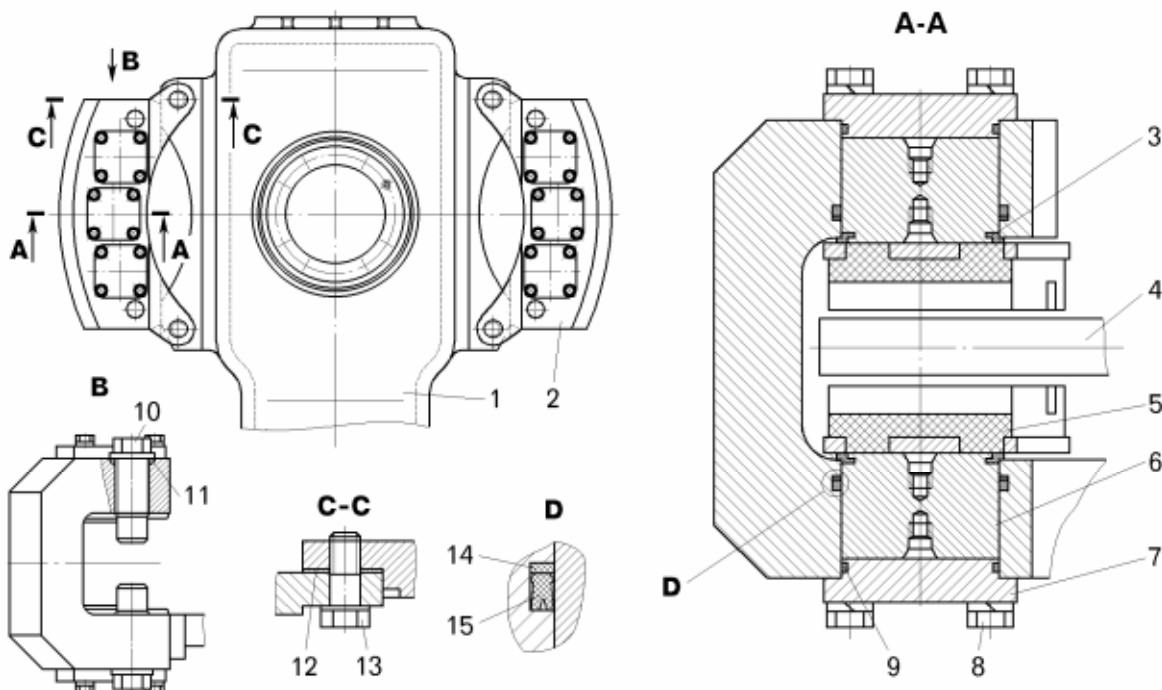

Рисунок 10.1 – Тормозной механизм переднего колеса:
Корпус тормоза 2 (рисунок 10.1) крепится к поворотному кулаку 1 передней оси двумя болтами 13. Тормозной диск 4 крепится болтами к ступице переднего колеса. В корпусе тормоза выполнено шесть цилиндров (по три с каждой стороны), в которые вставлены поршни 6, на опорах 10 корпуса тормоза установлены две тормозные накладки 5. Поршень по наружному диаметру уплотняется резиновой манжетой 15 с защитным кольцом 14, а муфта 3 защищает от попадания грязи на рабочую поверхность поршня. Снаружи цилиндры закрыты крышками 7. Цилиндры между собой соединены каналами для подвода рабочей жидкости под поршень.
– отвернуть болты 8 (смотри рисунок 10.1) крепления крышки 7 и снять крышку;
- с помощью грузоподъемных средств установить корпуса тормоза 2 (смотри рисунок 10.1) на поворотный кулак, закрепив их на нижнем болту, не зажимая болт до упора на два–три оборота, подложив под головку болта шайбу;
- отсоединить трубопроводы тормозной системы от корпусов тормоза 2 (смотри рисунок 10.1);